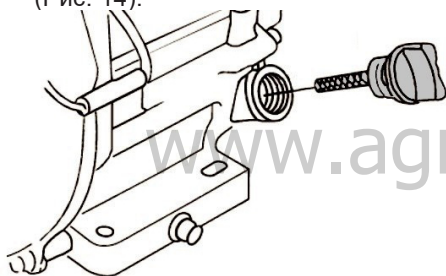

Рис. 14 Крышка-щуп маслозаливной горловины
2. Открутите крышку-щуп маслозаливной горловины и извлеките щуп (Рис. 14).
2. Выкрутите крышку-щуп маслозаливной горловины и извлеките щуп (Рис. 14).